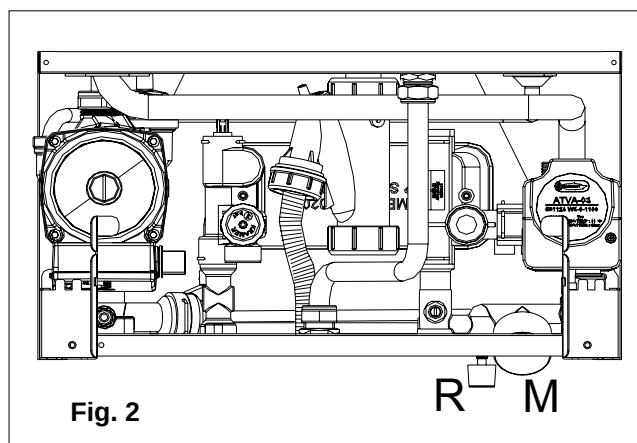

Fig. 2
- aprire il rubinetto di carico R (fig. 2);
- **controllare attraverso il manometro M (fig. 2), che la pressione dell'impianto raggiunga il valore di 1 bar e che non compare sul display del pannello comandi il codice H20 (vedi 2.7 "Pannello comandi");**